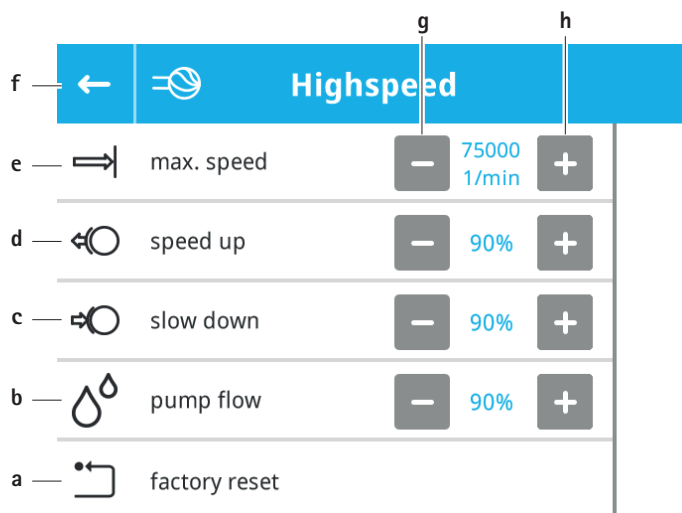

Fig. 11 Motorindstillinger – valgt anvendelsesdeltype
- Undermenuen for den valgte anvendelsesdeltype åbnes, se Fig. 11.